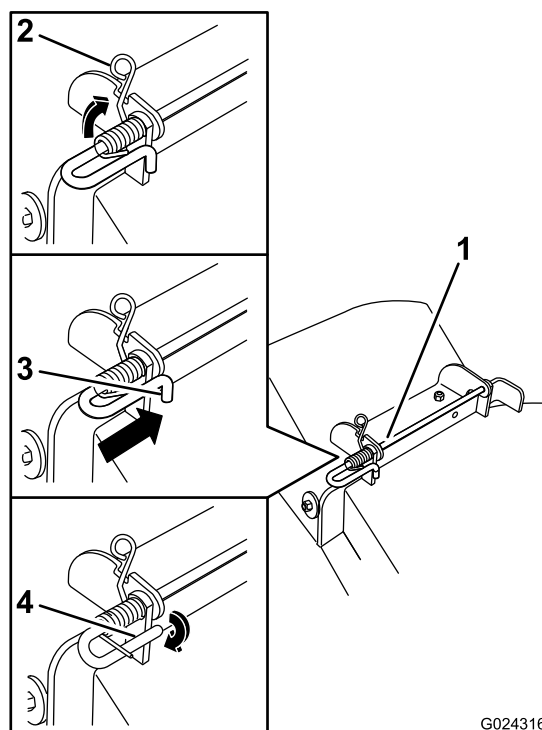

Figure 68
5. Soulevez le côté avec la boucle du ressort et placez-le dans le cran du support de déflecteur (Figure 68).
6. Fixez l'ensemble tige et ressort en le tournant de sorte à pouvoir placer l'extrémité courte de la tige derrière le support avant soudé au tablier de coupe (Figure 68).